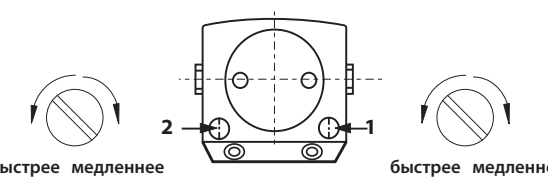

Рис.8
Вы можете отрегулировать скорость закрывания двери (1) или скорость окончательного дохлопа (2) Рис.8. Для увеличения скорости, поворачивайте винт в направлении «против часовой стрелки» Для уменьшения скорости, поворачивайте винт «по часовой стрелке».
Возможные регулировки: Скорость закрывания Регулировка скорости закрывания двери в основном диапазоне — от максимального угла открытия до угла 20° Осуществляется винтом (1) Рис.8.
Скорость окончательного дохлопа Регулировка скорости окончательного дохлопа (движения двери непосредственно перед закрытием), от угла 20° до 0°. Это необходимо для полноценного срабатывания защелки замка. Регулировка скорости окончательного дохлопа осуществляется винтом (2) Рис.8.